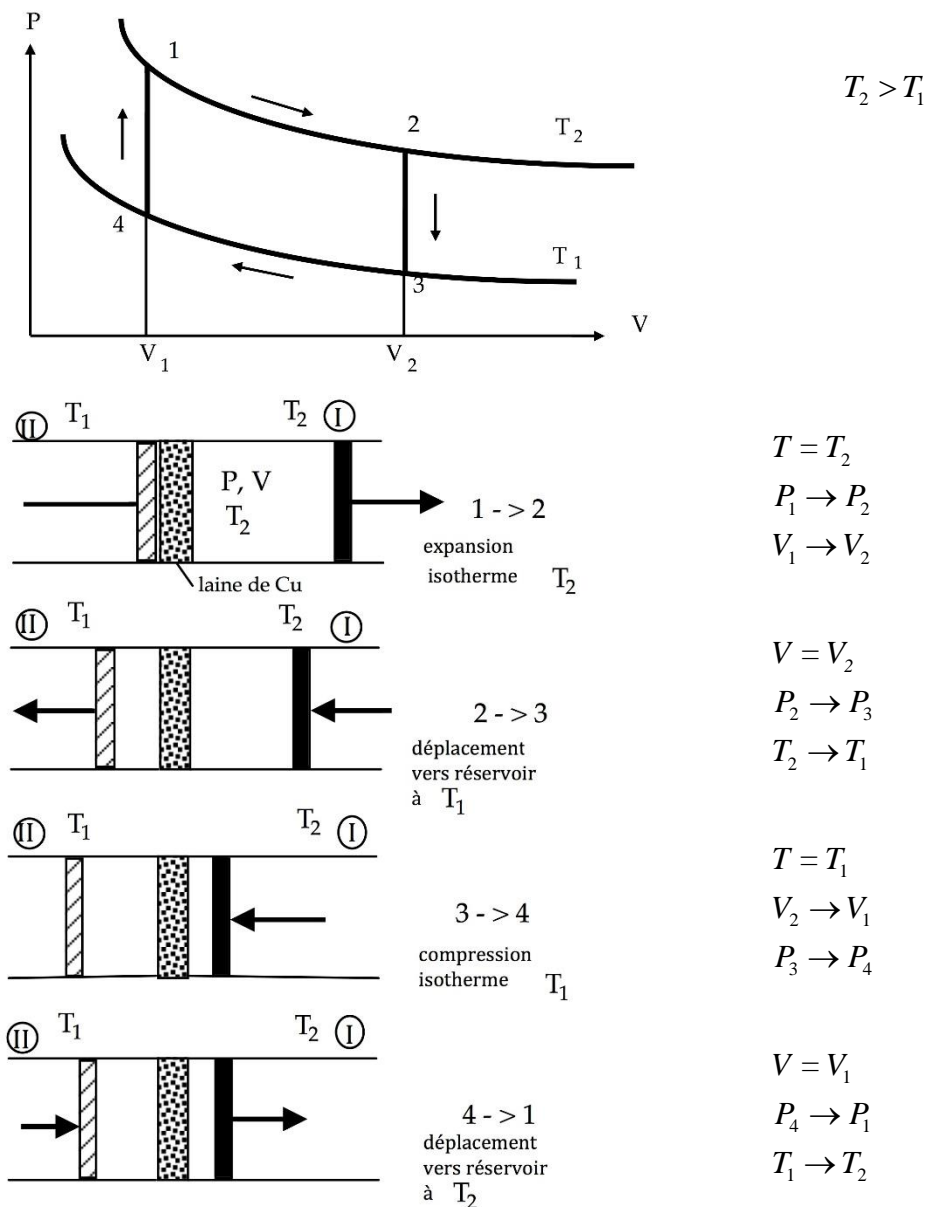

Fig. 2: Cycle de Stirling.
Le moteur thermique fonctionne sur un cycle thermodynamique. Le cycle de Carnot est représenté dans le diagramme  $PV$  par deux isothermes et deux adiabatiques. Le cycle de Stirling est différent en ce sens qu'il est représenté par deux isothermes et deux isochores (fig. 2).
- 1) Calculer le rendement théorique du cycle de Stirling fonctionnant en mode moteur (cf. diagramme  $PV$  à la fig.2). Proposer pour ce faire une évaluation de la température de la source chaude.